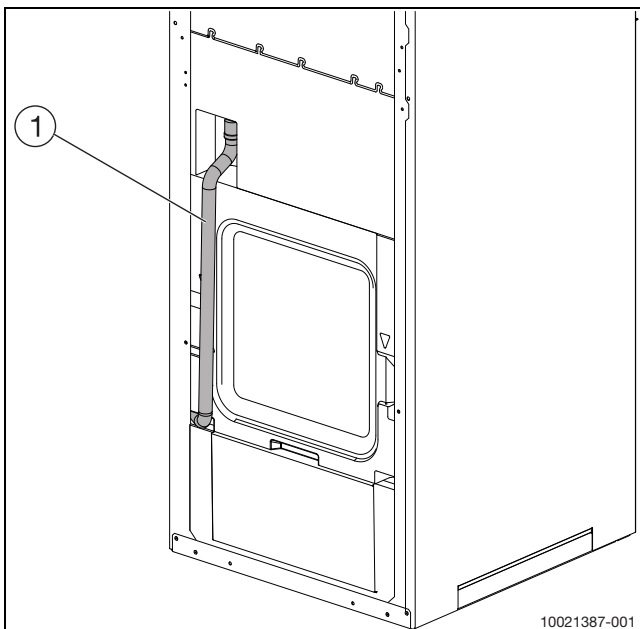

Bild 13 Rückansicht Ablassschlauch
- ▶ Ablaufschlauch an der Rückseite des Geräts ordnungsgemäß anschließen (siehe Abb. 13).